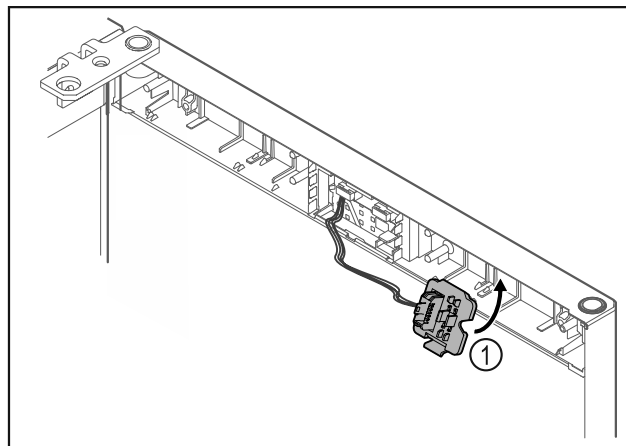

Fig. 19
- ▶ Steckerhouder Fig. 19 (1) aan tegenoverliggende zijde vergrendelen.